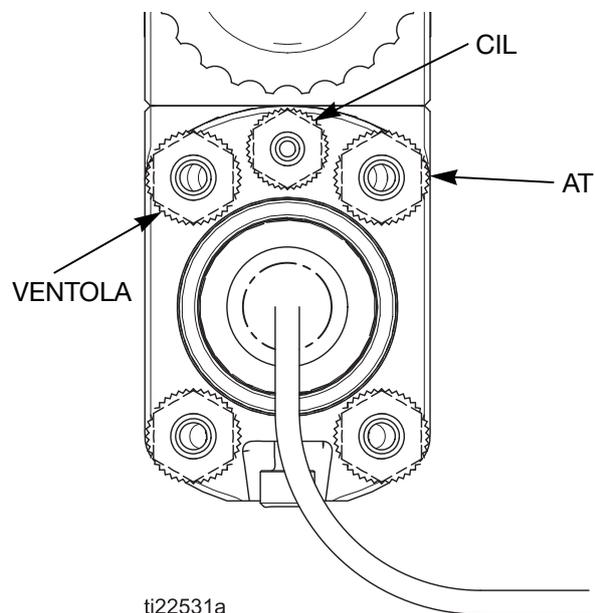

Fig. 20 Connessioni aria del collettore
6. Usare il regolatore di pressione dell'aria nella linea di alimentazione dell'aria per atomizzazione (AT) in modo da regolare il grado di nebulizzazione. (Vedere FIG. 20.) Ad esempio, per una portata di fluido di 0,3 litri/min (10 once al minuto), una pressione di nebulizzazione tipica sarà di circa 0,14-0,21 MPa, 1,4-2,1 bar (20-30 psi) al collettore della pistola.
2. Attivare e disattivare le funzioni di spruzzatura della pistola utilizzando la valvola a solenoide dell'aria sulla linea di alimentazione dell'aria del cilindro (CYL). Applicare una pressione dell'aria minima di 0,34 MPa, 3,4 bar (50 psi) al raccordo dell'aria del cilindro (CYL) per attivare la sequenza di On/Off dell'aria di nebulizzazione (AT), dell'aria della ventola (FAN) e del fluido (P). Vedere FIG. 20, a pagina 28.